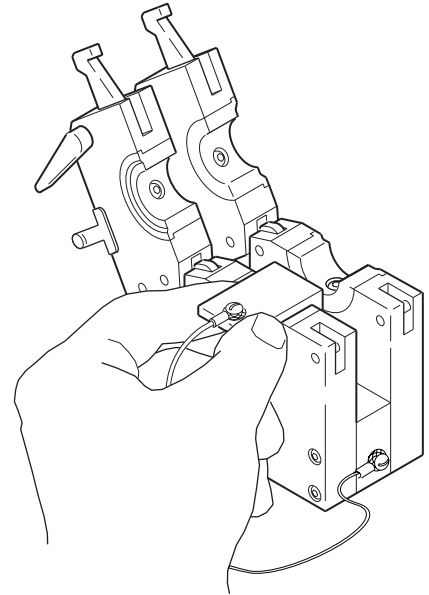

Abbildung 14 Platzierung der Zentrierlehre
2. Legen Sie eines der Werkstücke an die Zentrierlehre an. Siehe Abbildung 14(A).
3. Schließen Sie die obere Seitenplatte. Siehe Abbildung 14(B).